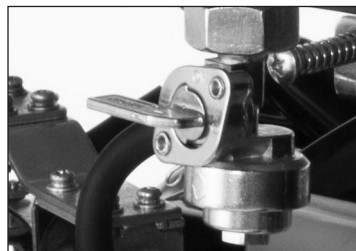

рис. 15
4. Перекройте топливный кран, установив его в положение «Закрыто» (рис. 15).